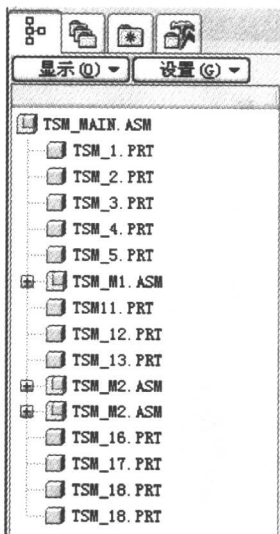

图 1-1 装配模型树
(1) 组件：又称装配体，由零部件构成，可以看作是零部件的装配集合。在一个组件中，又可以包含若干个子组件。
(2) 元件：组件的基本组成单位。在组件中，零件是指元件。
(3) 装配模型树：装配模型树位于导航区的 （模型树）选项卡中，是一种比较形象的“树状”层次结构，如图 1-1 所示。在装配模型树中， 图标表示组件或子组件， 图标表示零件。